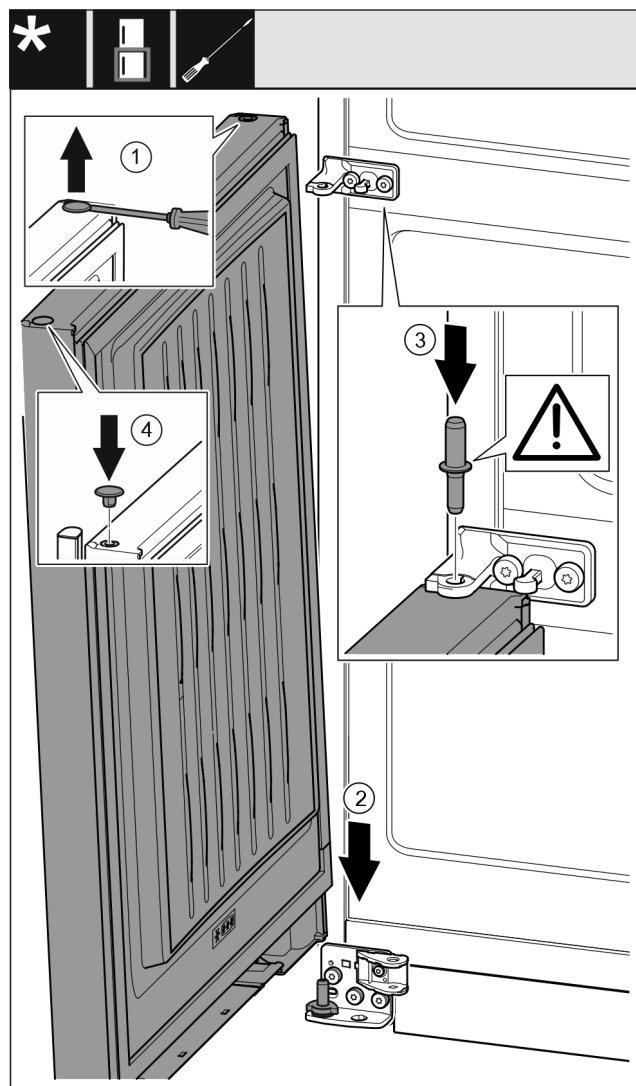

Fig. 55
- Осторожно приподнимите шлицевой отверткой заглушку Fig. 55 (1) и извлеките ее.
- Установите дверь Fig. 55 (2) сверху на нижний опорный палец.
- Вставьте средний опорный палец Fig. 55 (3) через средний опорный кронштейн в нижнюю дверь. При этом проследите за тем, чтобы выступ фиксатора был направлен назад.
- Снова установите заглушку Fig. 55 (4) с другой стороны двери.